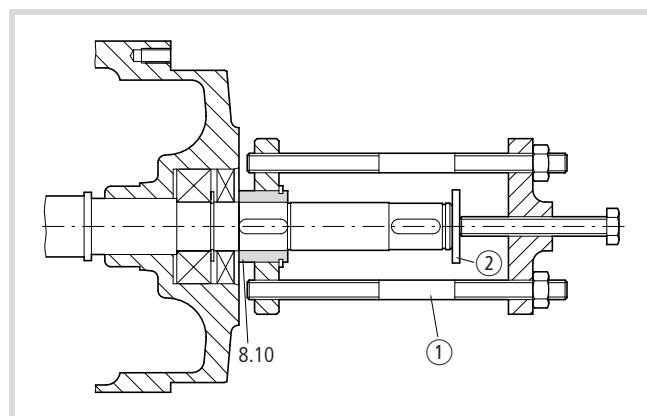

Abbildung 6: Reibscheibenmitnehmer (8.10) abziehen
- Ziehen Sie den Reibscheibenmitnehmer (8.10) mit der Abzieh-vorrichtung ① ab (→ Abb. 6).